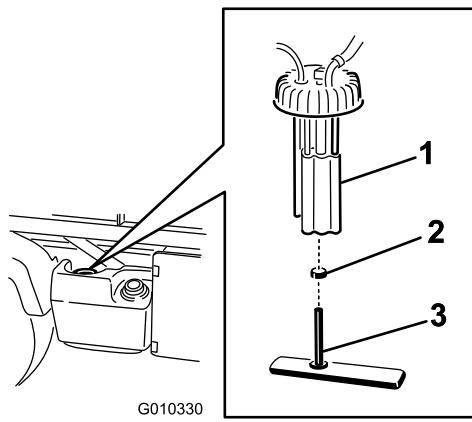

Figure 44
2. Débranchez les connecteurs des faisceaux de câblage de la pompe à carburant (Figure 44).
3. Desserrez le collier et débranchez la conduite d'alimentation de la pompe à carburant (Figure 44).
4. Dévissez le bouchon de la pompe à carburant sur le haut du réservoir de carburant (Figure 44).
5. Déposez la pompe à carburant et le filtre à carburant du réservoir (Figure 44).
6. Enlevez le collier qui fixe le flexible du filtre à carburant au raccord de la pompe à carburant. Débranchez le flexible du raccord (Figure 44).